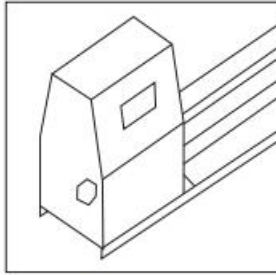

Figure 1
2. Draai de zeskantbout los en verwijder deze met een verstelbare sleutel. (zoals afbeelding 1)